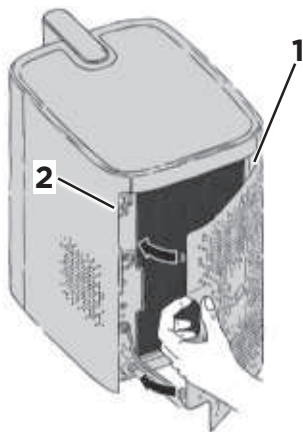

Abb. 11
1. Setzen Sie die Rückwand auf der rechten Seite in die Einrastlöcher ein (Abb. 11/1).
2. Drücken Sie die Rückwand nun auch in die Einrastlöcher oben und auf der linken Seite (Abb. 11/2).